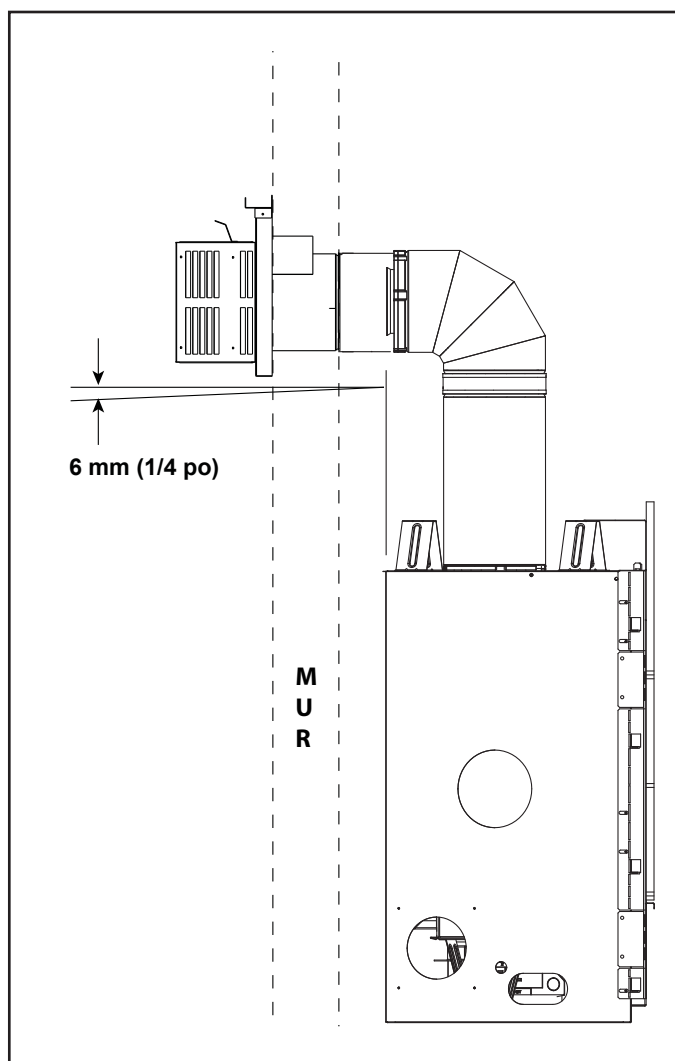

Figure 4.9 Chapeau d'évacuation
- Le chapeau de l'extrémité horizontale devrait avoir une inclinaison vers le bas de 6 mm (1/4 po) afin de permettre à toute humidité du chapeau d'être libérée. Voir la figure 4.9.